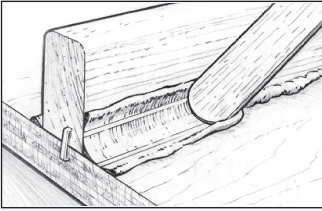

Abbildung 13 Formen und glätten Sie die Hohlkehle.
2. Verstreichen Sie das herausgedrückte angedickte Epoxidharz zu einer Hohlkehle. Ziehen Sie hierfür ein gerundetes Rührholz (ein Mixstab ist ideal) entlang der Fuge. Schieben Sie überschüssiges Material vor dem Werkzeug her und lassen Sie auf jeder Seite eine deutlich markierte geglättete konkave Hohlkehle über. Das überschüssige Material außerhalb der Markierung (*Abbildung 13*) kann für andere Bereiche weiterverwendet werden. Glätten Sie die Hohlkehle dann nach Wunsch nach. Ein Mixstab ergibt eine Hohlkehle mit einem ungefähren Radius von 10mm. Für größere Hohlkehlen eignet sich eine Kunststoffspachtelklinge 808, die zurechtgeschnitten oder entsprechend gebogen ist.